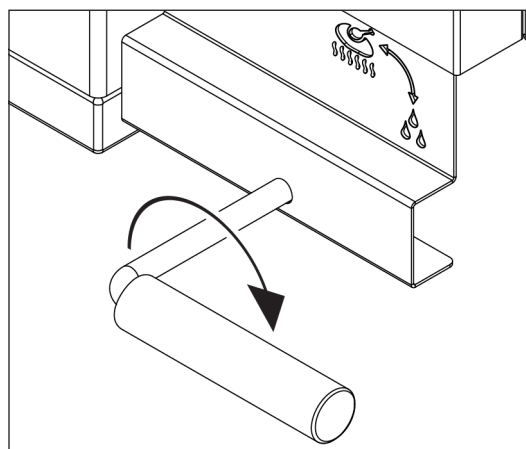

Figure 13
5. Tournez la manette de la vanne de vidange principale vers nettoyage  comme indiqué dans la Figure 13.